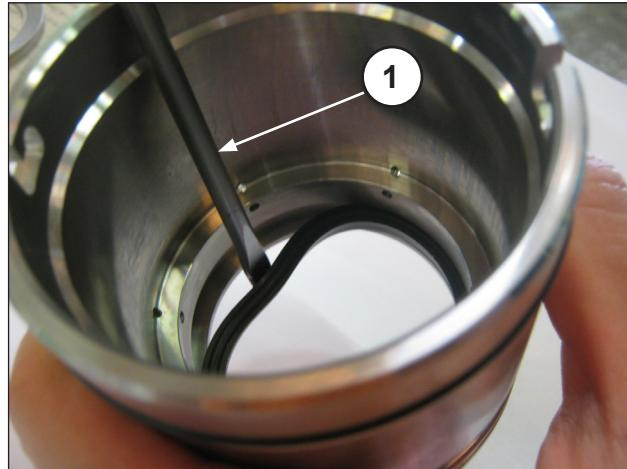

Fig. 164
Pour déposer le joint basse pression, utiliser une jauge d'épaisseur ou un outil qui n'endommage pas le siège du support des joints (rep. ①, Fig. 164).